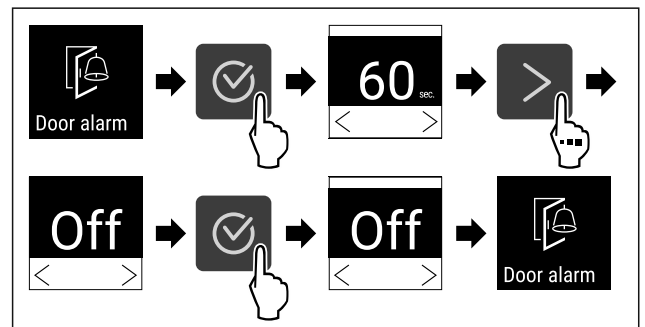

Fig. 106
- ▶ Izvedite zahtevane korake (glejte Fig. 106) .